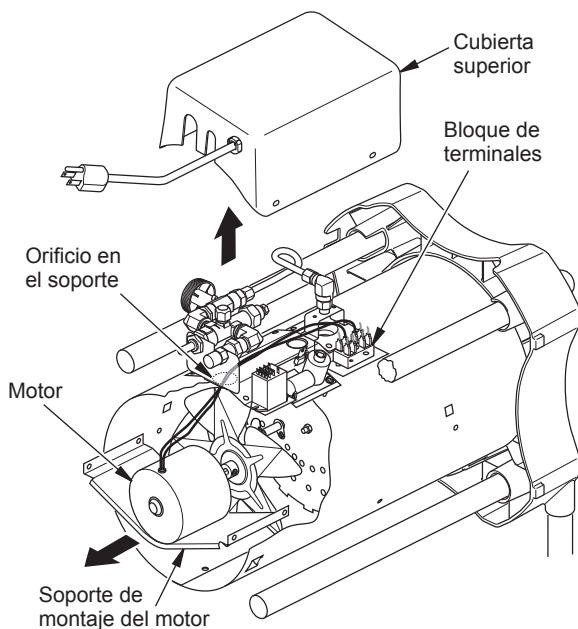

Figura 6 - Desmontaje del ventilador y motor
3. Desconecte los cables de motor y ventilador de bloque de terminales bajo la cubierta superior (consulte la figura 6).
18. Cables del motor Ruta a través del agujero en la parte superior de la carcasa (consulte la Figura 6, página 26).
19. Vuelva a conectar los cables del motor y del ventilador a los mismos puestos en el bloque de terminales como retirados en el paso 3, página 26 (consulte la Figura 6, página 26).
19. Pase los cables del motor a través del orificio en la parte inferior de la cubierta (consulte la figura 6, en la página 26).
20. Vuelva a conectar los cables a los mismos postes en el bloque de terminales como fueron desconectados en el paso 3, en la página 26 (consulte la figura 6, en la página 26).